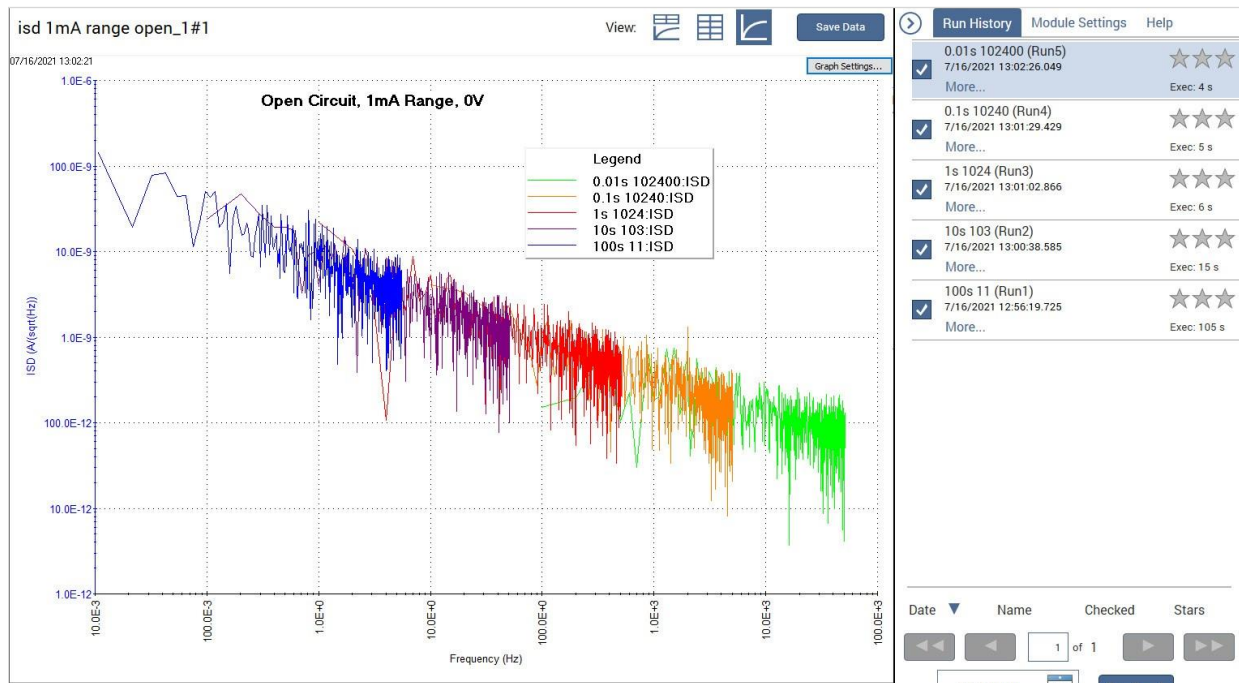

図8 複数の測定履歴をチェックして、グラフ上で周波数を拡張
**PMU\_sampleRate** または**PMU\_SMU\_sampleRate** ユーザ・モジュールを使用する場合、複数のテストを実行してグラフ上の周波数レンジを拡張できます。これは、各テストに独自のサンプル・レートがあるためです。例えば、図8にグラフ化されたデータは、100 nA PMUレンジで行われたオープン回路測定の5種類のテストのデータを結合したものです。各試験は1024ポイントですが、異なる測定時間およびサンプル・レートで実施しています。表3に、グラフの各測定毎の色、合計測定時間、サンプル・レート、および測定周波数レンジを示します。タイミング・パラメータを調整し、実行履歴で複数の測定にチェックを入れることで、グラフ上の周波数レンジを拡大できます。
表3 図8 のグラフのタイミング・パラメータ